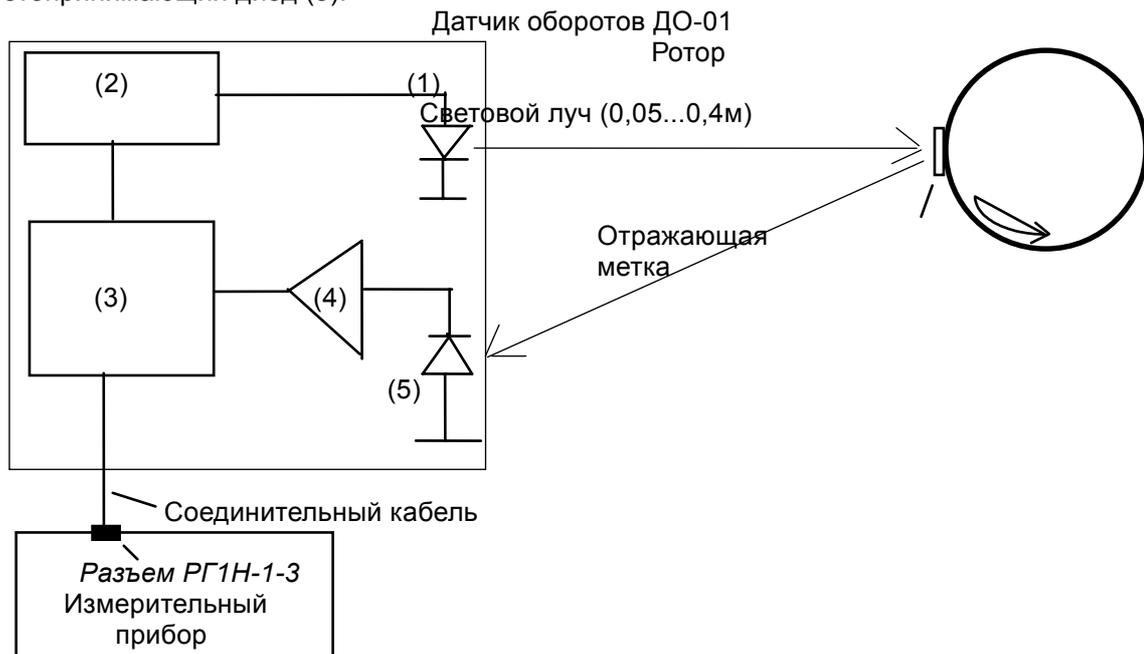

Рис.1.2. Блок-схема датчика оборотов ДО-01.
### 1.4.3. Блок-схема датчика оборотов приведена на рис.1.2.
Задающий генератор частоты облучения (2), фотоприемник (5), усилитель (4), синхронный детектор (3) (рис.1.2), являются составными узлами интегральной микросхемы IS471F, применяемой в приборе.